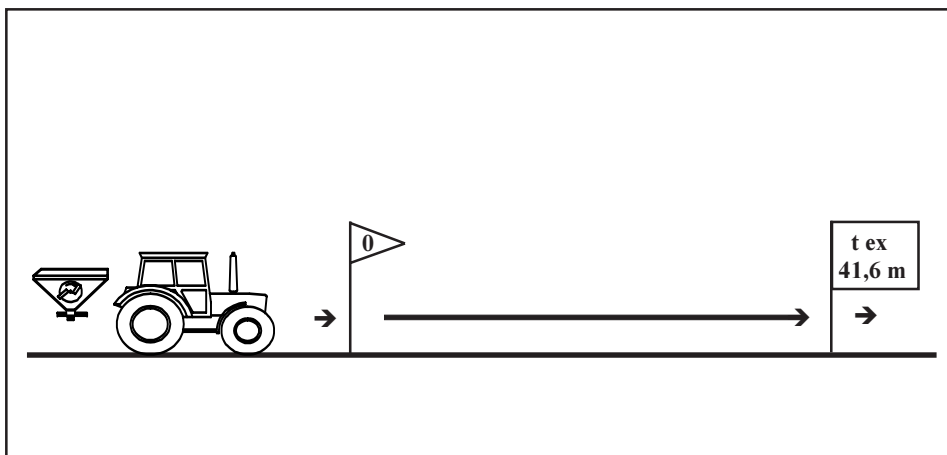

Fig. 7.8
- Kör den uppmätta provsträckan (fig 7.8) under exakt fältmässiga förhållande, m a o med avsedd, konstant körhastighet (**8 km/t**) och kraftuttags-varvtal (**540 /min**) (om inte annat anges i såtabell). Öppna och stäng spjället exakt vid start- resp slutmarkeringen.